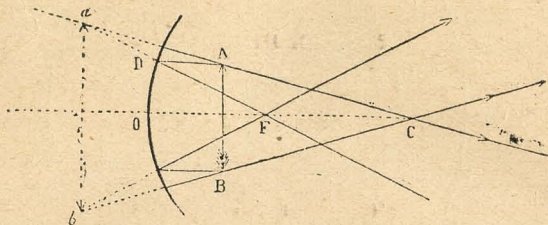

Fig. 123.—Imágenes virtuales de los cóncavos.
3.º Que los objetos colocados entre el centro de figura  $O$  y el foco principal, dan una imagen virtual, recta, mayor que el objeto y colocada detrás del espejo (fig. 123).